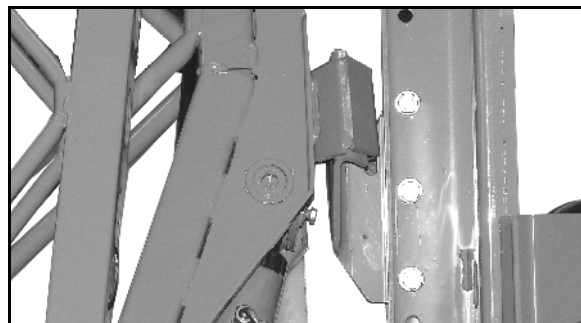

Fig. 10
- Transportverriegelung (Fig. 10) am Super-S-Gestänge gegen ungewolltes Ausklappen